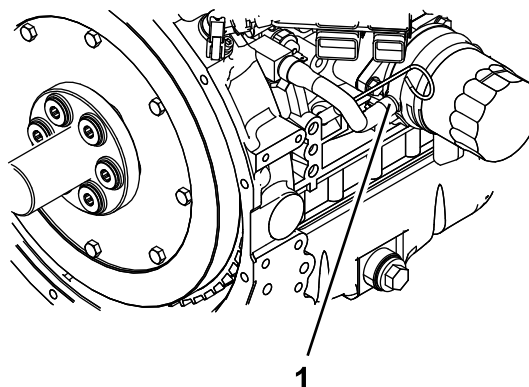

Figura 58
6. Retire la manguera de refrigerante del enfriador de aceite y vacíe el refrigerante del bloque motor (Figura 58).